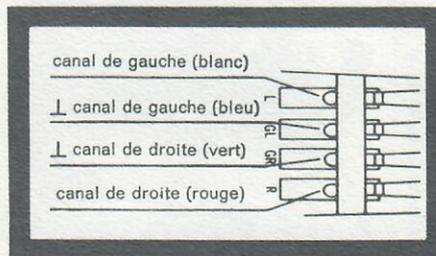

Fig. 14
4. Les connexions sur le support sont marquées, les fils étant de couleur différente (fig. 14). Reliez les fils de connexion du support avec les broches correspondantes de la cellule.